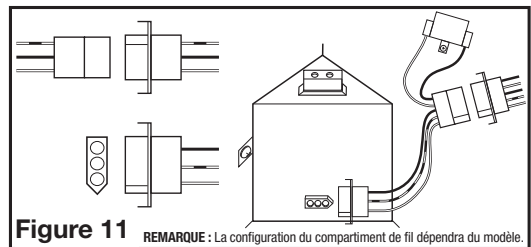

Figure 11
3. Connectez le faisceau électrique du ventilateur en connectant l'extrémité de 3 broches de connexion rapide dans le réceptacle situé sur le côté du couvercle du compartiment de fil. Assurez-vous que l'extrémité avec 5 broches de connexion rapide est branchée dans la prise du ventilateur. Connectez le faisceau électrique en branchant l'extrémité avec 3 broches de connexion rapide rectangulaire dans le réceptacle situé dans la partie supérieure du compartiment de fil. Ces fils ne s'adaptent que dans un sens dans les réceptacles (Figure 11).